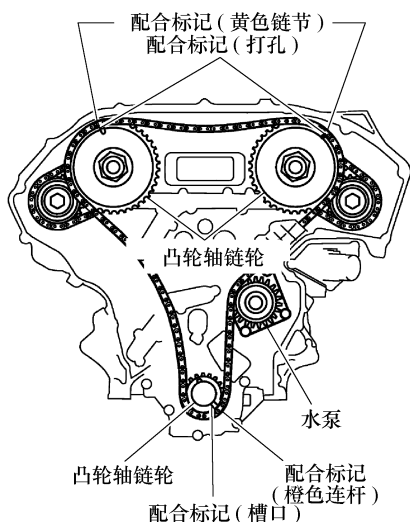

图 3-44 安装正时链条
③ 确认配合标记已对齐后, 拧紧凸轮轴链轮固定螺栓。
④ 从正时链条张紧器(副)上拉出限位销。
① 安装曲轴链轮。
② 安装正时链条(主)。
a. 如图 3-44 所示安装正时链条(主)时,使曲轴链轮(进气)上的配合标记(凹点)对准正时链条的黄色链节,同时曲轴链轮上的配合标记(槽口)对准正时链条的橙色标记。